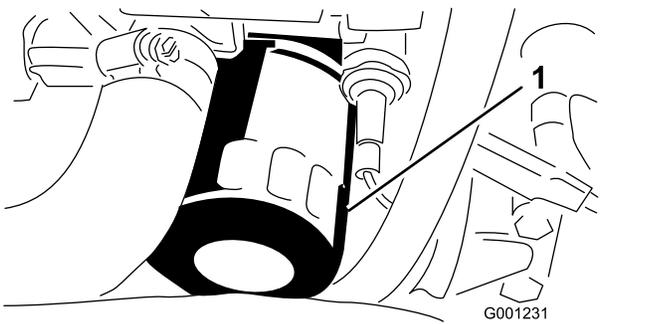

Figure 48
- Déposez et remplacez le filtre à huile (Figure 48).